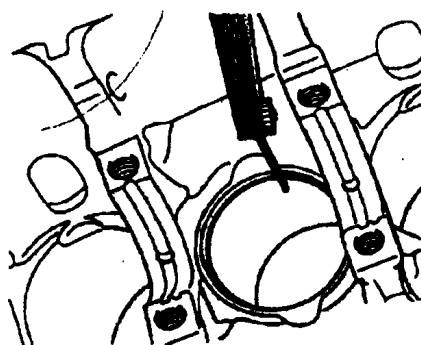

图 1-40
- (1) 开口错位 120°。
- (2) 用活塞环钳拆装。
- (3) “TOP” (向上) 标记朝向活塞顶部。
(4) 检查开口间隙，如图 1-40 所示。将活塞环沿气缸垂直向下推至离气缸顶约 15mm 处，开口间隙如表 1-5 所示。